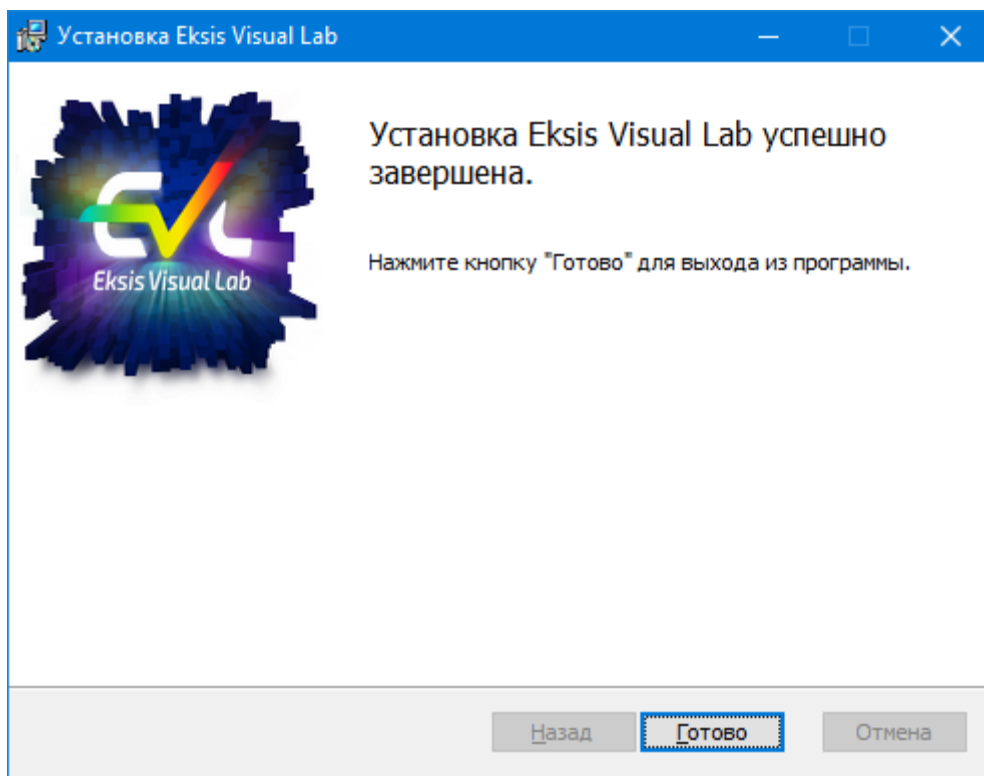

Рис. 2.13. Завершение удаления программы
6. Завершение удаления и выход из мастера установки (рис. 2.13).